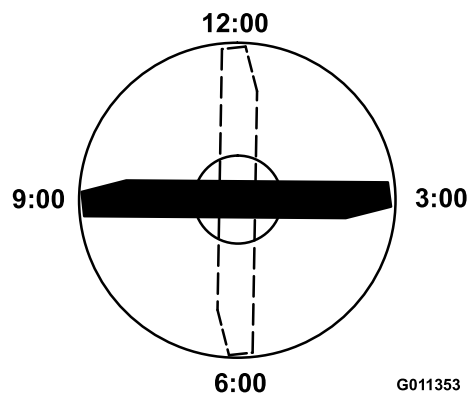

Figure 74
4. Positionnez le tranchant de l'extrémité marquée à la position 12 heures (droit devant dans la direction de la tonte) (Figure 74) et mesurez la hauteur de la surface plane au tranchant de la lame.
5. Tournez l'extrémité marquée de la lame aux positions 3 et 9 heures (Figure 74) et mesurez les hauteurs respectives.